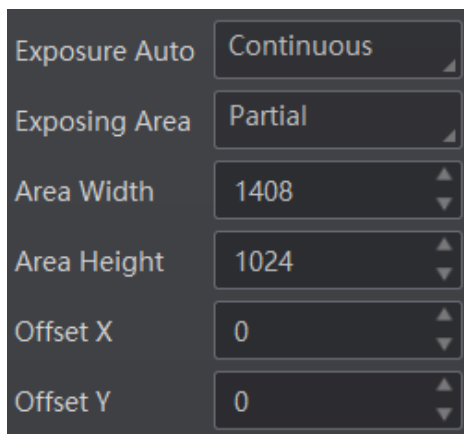

图4-10 一次自动/连续自动曝光
4. 选择局部曝光时，还需要设置具体的曝光范围，如图 4-10 所示。具体参数含义如下：